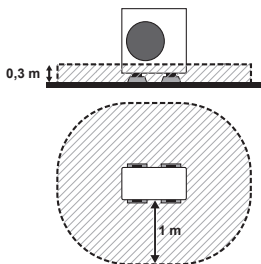

Fig. 3-2
(1) Når der installeres på et sted med plads omkring (Fig. 3-2)